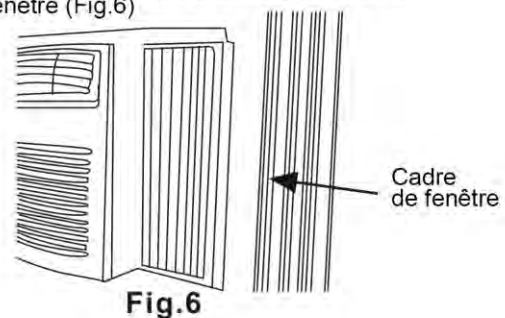

Fig. 6
- B. Déployez les panneaux latéraux contre la fenêtre (Fig. 6)